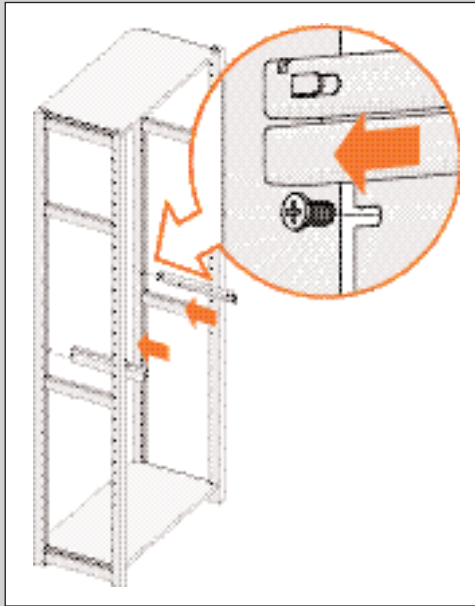

ABBILDUNG 26
4. Schieben Sie die Führungen über die hinteren Schrauben (siehe Abb. 26).